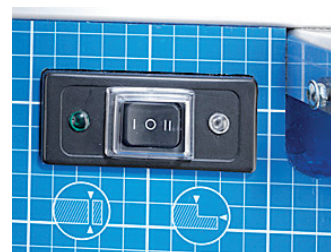

Afb.2b
- Open de transportzekering (Nr. 20) en klap de klapvoet (Nr. 7 Afb.2b) op en zet de vergrendelingen voor de klapvoet (2 x Nr. 6) handvast (Afb.2a).